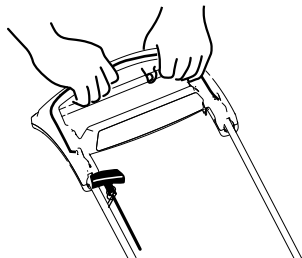

Рисунок 18
3. Удерживайте штангу управления ножом прижатой к рукоятке (Рисунок 18).